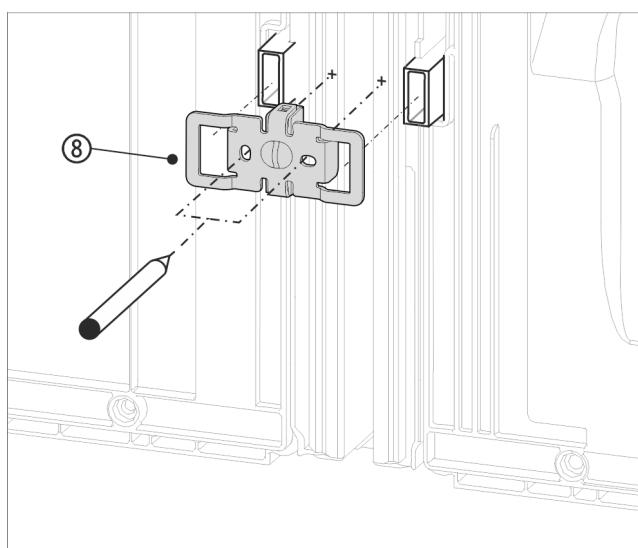

Fig. 16 Примерно изображение
- ▶ Вкарайте Ѹгъла Fig. 16 (8) с прорезите върху държачите за детайлите за отстояние от стената.